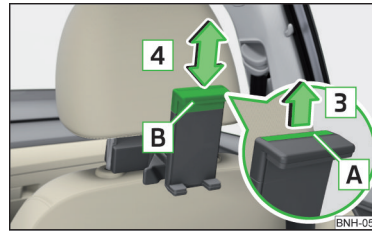

Abb. 88 Haltergröße anpassen
- Die Sicherungslasche **A** in Pfeilrichtung **3** herausziehen und den Teil **B** in Pfeilrichtung **4** in die gewünschte Position verschieben » Abb. 88.